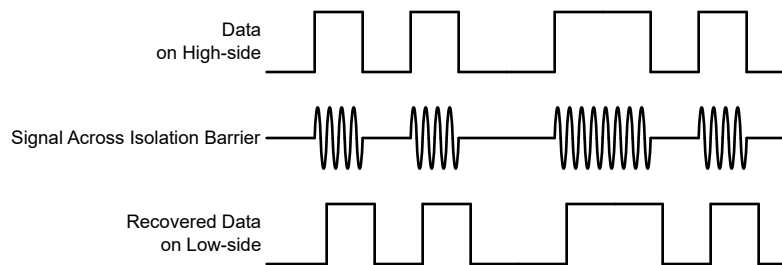

图 7-2. 基于 OOK 的调制方案
AMC23C10 使用开关键控 (OOK) 调制方案 (如图 7-2 所示), 跨过基于 SiO_2 的隔离栅来传输比较器输出状态。功能方框图所示发送驱动器 (TX) 跨过隔离栅发送一个内部生成的高频载波来表示数字一, 不发送信号则指示数字零。